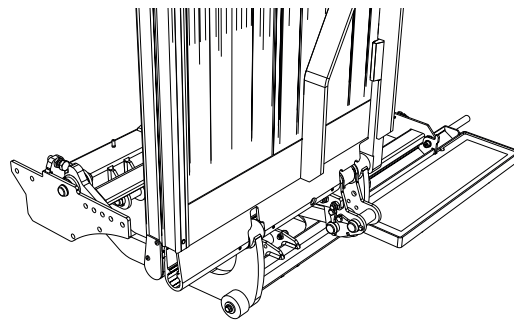

Bild 13. Passa in bryggan
7. Lyft bryggan på plats och passa in den mot lyftarmarnas glidlagringar, se Bild 13.